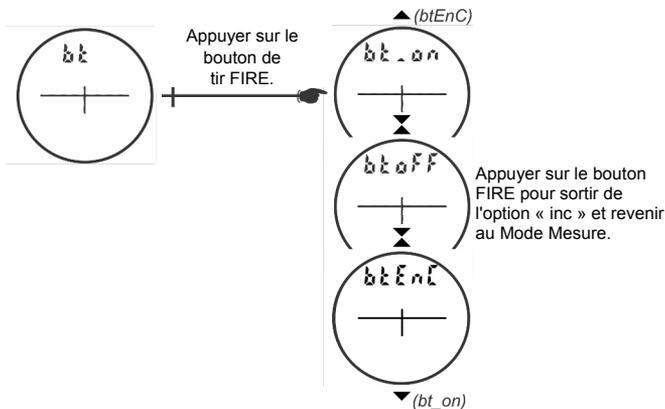

Figure 13
2. Appuyer sur le bouton  pour afficher l'option « bt » (Figure 13).
2. Appuyer sur le bouton  pour afficher l'option « inC » comme l'illustre la Figure 13 ci-dessous.